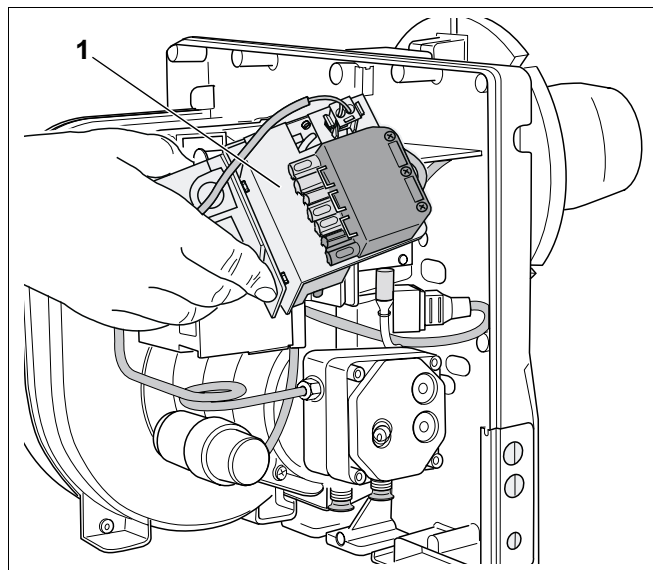

Fig. 15 Se înlătură unitatea de comandă
- Se înlătură unitatea de comandă (Fig. 15, **Poz. 1**), respectiv se deșurubează cablul de aprindere.